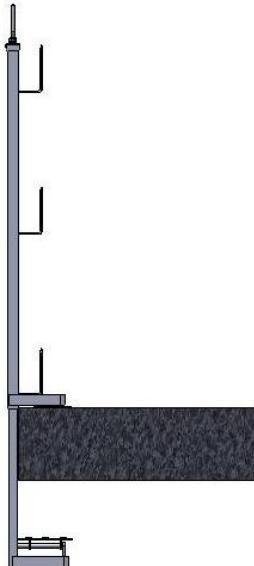
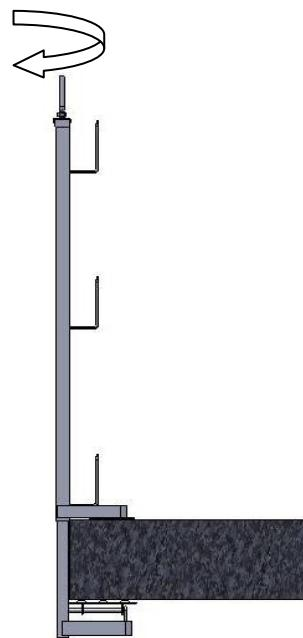
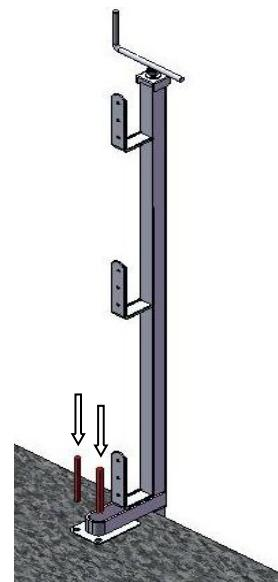

fig.5
fig.6
fig.7
Montaggio (fig. 5 – 6 – 7 – 8)
- Utilizzando una piattaforma di lavoro in sicurezza, posizionare un primo montante accostandolo al bordo (fig. 5 a pag. 9) del manufatto (**N.B.: il montante deve essere posizionato il più vicino possibile al manufatto**), quindi ruotare la maniglia (fig. 6 a pag. 9) in senso orario per consentire la presa della morsa alla soletta. Avvitare la maniglia fino ad assicurare il massimo serraggio (coppia di serraggio applicata nelle prove per certificazione: 30 N.m);
- Creare due buchi sulla soletta in corrispondenza dei fori della piastra sulla parte superiore della morsa (fig. 7 a pag. 9) ed inserirci i rispettivi tasselli. I tasselli vanno scelti in base alla tipologia e alla consistenza della soletta e ai carichi riportati nella fig. 5 a pag. 4. Il tutto serve per aiutare il montante a mantenere la sua posizione in caso di eventuale urto e in caso di condizioni meteorologiche particolari (p.es. forte vento);